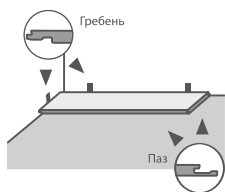

Рисунок 7
- 12.12 Стартовую планку первого ряда уложить в левом углу гребнями замка к стене, пазами — к укладчику. Между планкой и стеной установить распорные клинья (см. Рисунок 7).